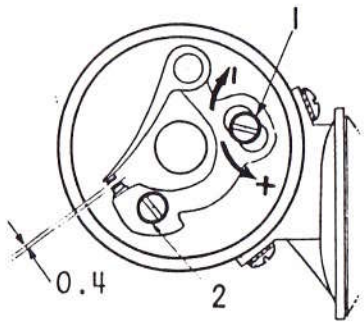

Fig. 9
Cas SEV : Régler par la vis (1), bloquer par la vis (2) (Fig. 9)